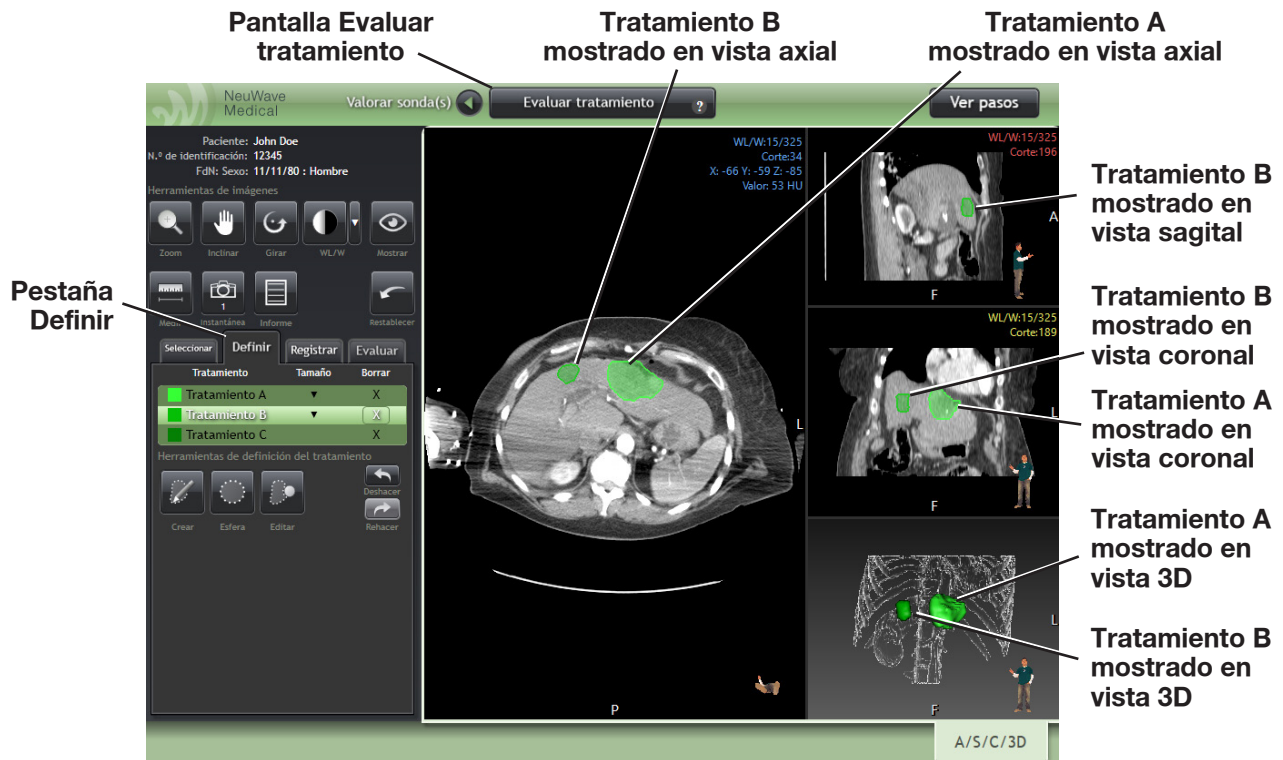

Figura 3-38: Definición de la zona de tratamiento.
- Haga clic en la pestaña **Definir** para poder definir la zona de tratamiento alrededor de la lesión creada por la energía de microondas suministrada. Puede definir hasta tres zonas de tratamiento en una serie de imágenes. Las zonas de tratamiento se denominan Tratamiento A, B y C en la pestaña **Definir** (Figura 3-38).
- En la parte izquierda de la pantalla, haga clic en **Crear** o **Esfera** en el panel de herramientas de definición del tratamiento y, a continuación, desplace el cursor del ratón a una vista de imagen 2D para iniciar la creación de la zona de tratamiento. Con la herramienta **Crear**, en la vista de imagen 2D activa, desplácese a un corte cercano al centro de la zona de tratamiento utilizando la herramienta **Zoom**. Intente centrar el ratón sobre el área tratada. La herramienta **Crear** permite previsualizar el área creando un contorno verde donde se coloca el cursor. En función de la zona donde se muestra el área de previsualización, la herramienta traza áreas de tejido adyacente de densidad similar (Figura 3-38).
Si quiere ajustar la zona de tratamiento, haga clic en la herramienta **Editar** en el panel Herramientas de definición del tratamiento (Figura 3-38) y mueva el cursor del ratón hasta la zona que acaba de definir. El proceso de eliminar o ampliar la zona de tratamiento mediante la herramienta **Editar** no difiere del proceso de eliminar o ampliar el tamaño de las áreas del objetivo en la pestaña **Definir** de la pantalla **Definir objetivos** (Figura 3-16 y Figura 3-17). La única diferencia es que las herramientas de definición del tratamiento no incluyen una herramienta **Mover** (Figura 3-39).
Los objetivos definidos en la serie de TC de configuración se muestran en la Figura 3-41 como círculos rojos (objetivo A) y naranjas (objetivo B) (panel central), mientras que los objetivos y las zonas de tratamiento se muestran como áreas verdes en las imágenes de TC pos-ablación (panel derecho). En ambos tratamientos se aplicó una contracción de la lesión objetivo del 10 %. Un margen mínimo de 2 mm sin contracción (como se muestra en la Figura 3-38) aumentó a 7 mm para el Tratamiento A, mientras que el Tratamiento B siguió siendo insuficiente para cubrir completamente el objetivo. El margen mínimo es la distancia entre los bordes del objetivo y la zona de tratamiento.